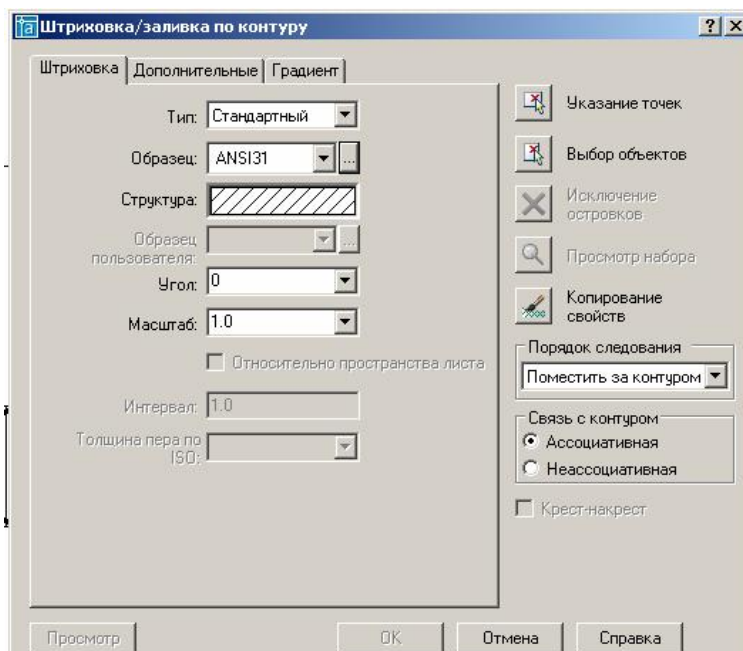

Рис. 15. Рекомендуемые настройки штриховки
На экран выведется диалоговое окно **Штриховка** (рис. 15).
3. В окне **Штриховка** установим параметры штриховки, показанные на рис. 15.
При необходимости изменения угла и шага штриховки необходимо открыть соответственно списки **Угол** и **Масштаб** (см. рис. 15) и выбрать нужные значения.